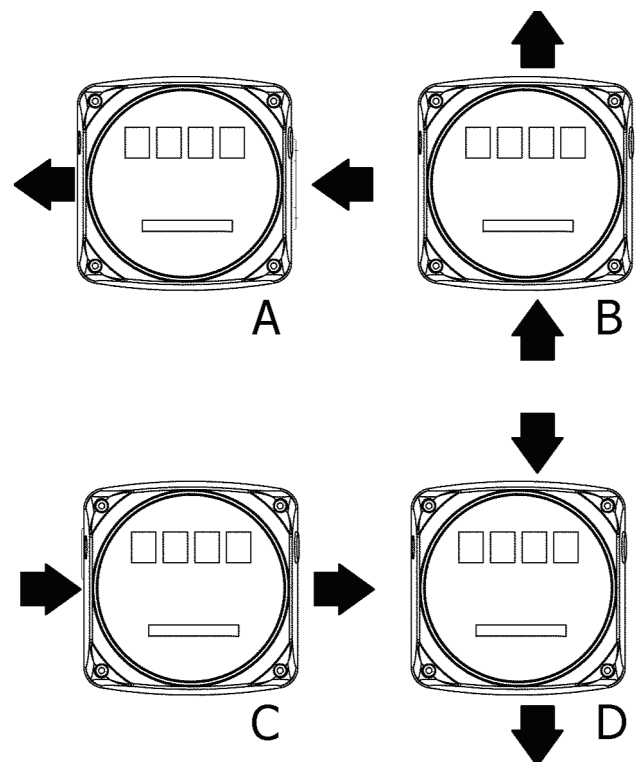

Fig. 2
- The meter is supplied in the standard configuration B (fig. 2). The meter and cover can be rotated by 90° to 90° in respect to the body in order to carry out the other three (A, C, D) configurations.
- El contador se suministra en la configuración estándar B (fig. 2). El contador y la tapa pueden ser giradas de 90° en 90°, respecto al cuerpo, para realizar las restantes configuraciones ilustradas (A, C, D).
- Le compteur est fourni dans la configuration standard B (fig. 2). Le compteur et le couvercle peuvent toutefois être tournés de 90° en 90° par rapport au corps pour réaliser les autres configurations présentées (A, C, D).
- Der Zähler wird standardmässig in Ausführung B (Bild 2) geliefert. Zähler und Deckel können um jeweils 90° gedreht werden, um die Ausführungen A - C - und D zu erreichen.